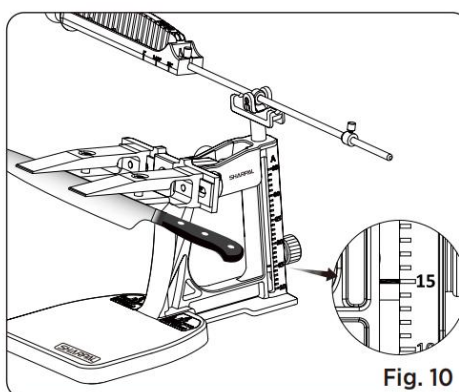

Fig. 10
4. Drehen Sie den Winkelarretierknopf, um die Stützstange nach oben oder unten zu bewegen, bis die rote Linie mit dem gewünschten Winkel auf der Skala übereinstimmt (siehe Fig. 10). Ziehen Sie dann den Winkelarretierknopf fest an.